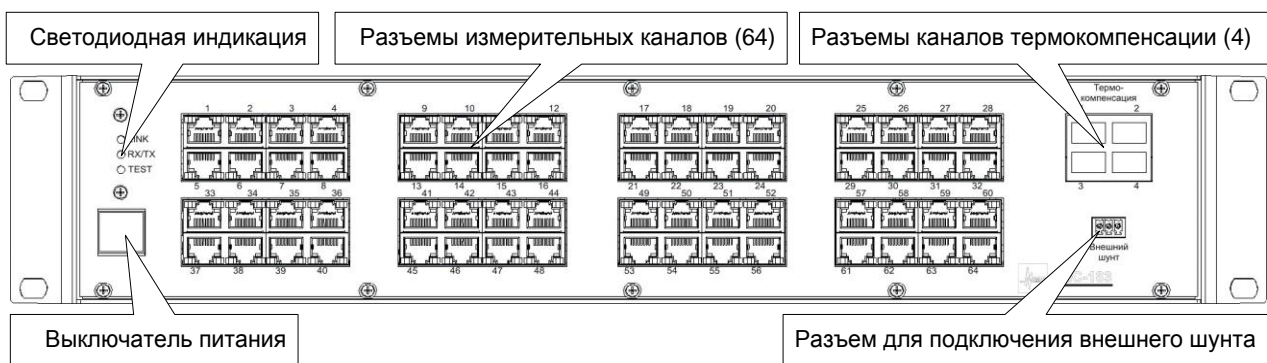

Рис.1—Передняя панель комплекса MIC-183
1.4.1.1 Комплекс МІС-183 выполнен в корпусе, предназначенном для установки в приборную стойку типоразмера 19 дюймов. (см. Рис.1).